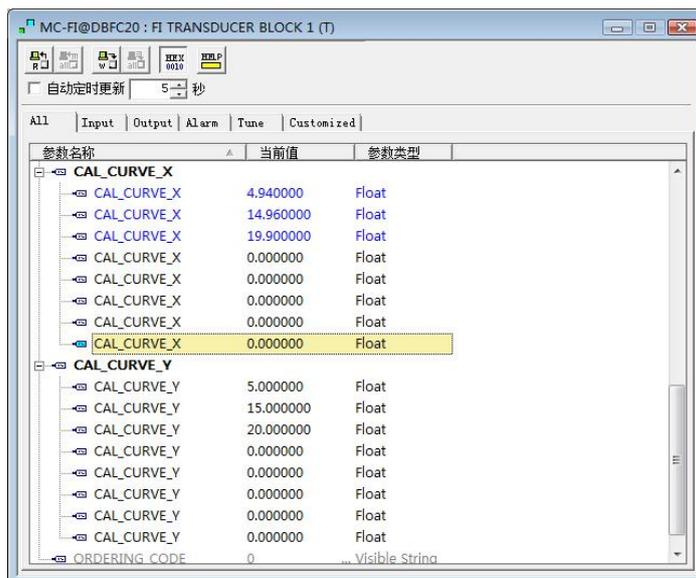

Рисунок 5.4 __ Конфигурация параметра CAL_CURVE_X
- (2) Фактическое значение выходного тока измеряется стандартным амперметром, и значение записывается в массив CAL_CURVE_X. Например, запишите прочитанные значения 4,94, 14,96 и 19,9 в массив CAL_CURVE_X, как показано на рис. 5.4 . На этом работа по калибровке закончена.